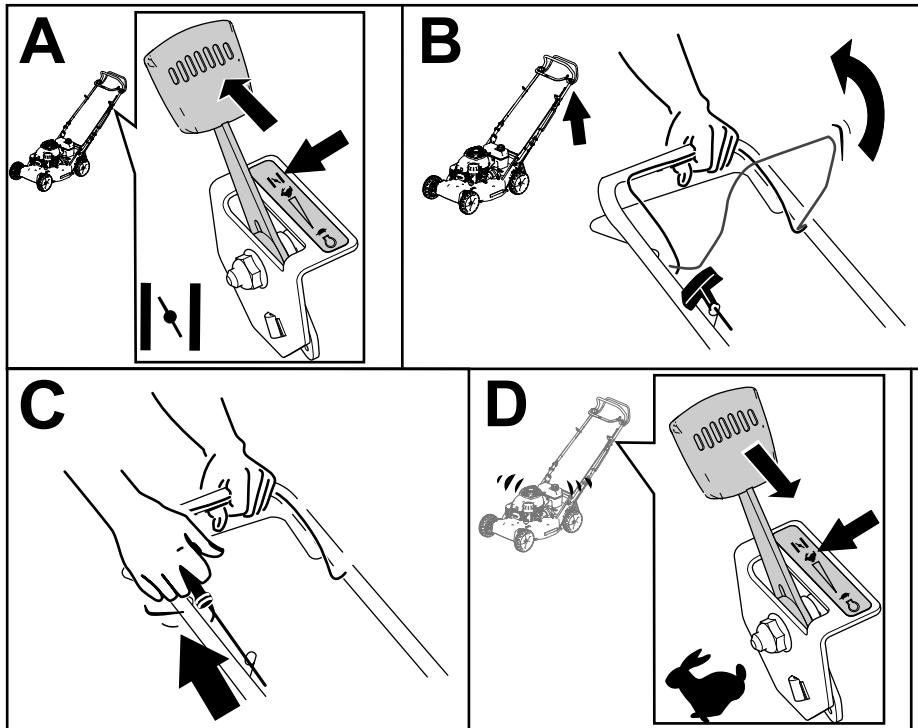

Figure 17
3. Réglez la commande d'accélérateur à la position STARTER (A de la Figure 17).
4. Maintenez la barre de commande des lames contre le guidon (B de la Figure 17).
5. Tirez la poignée du lanceur (C de la Figure 17).
6. Lorsque le moteur démarre, amenez la commande d'accélérateur en position HAUT RÉGIME (D de la Figure 17).